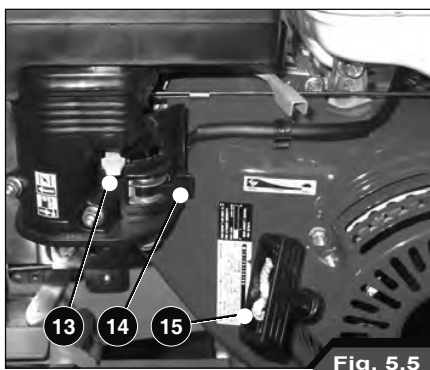

Fig. 5.5
- Przesunąć pokrętko sterowania gazem (5) do połowy.
- Przygotować kosiarkę bijakową do rozruchu, działając na dźwignię rozrusznika (13) w przypadku silników benzynowych. Dźwignia przepływu paliwa ON/OFF (14) umożliwia przepływ paliwa lub odcina go (Rys. 5.5). Zająrzeć do instrukcji obsługi i konserwacji silnika.